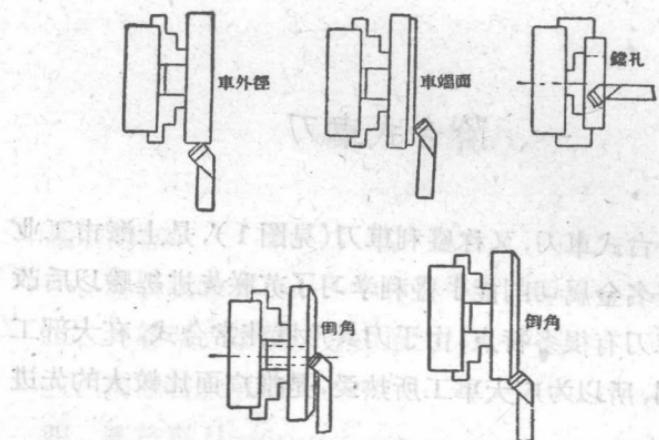

图 2
- (1) 45° 主偏角阶台式車刀，它能車削工件外徑，端面、鑽短距离孔以外。它还能倒外徑角、內孔角等（見图 2）。